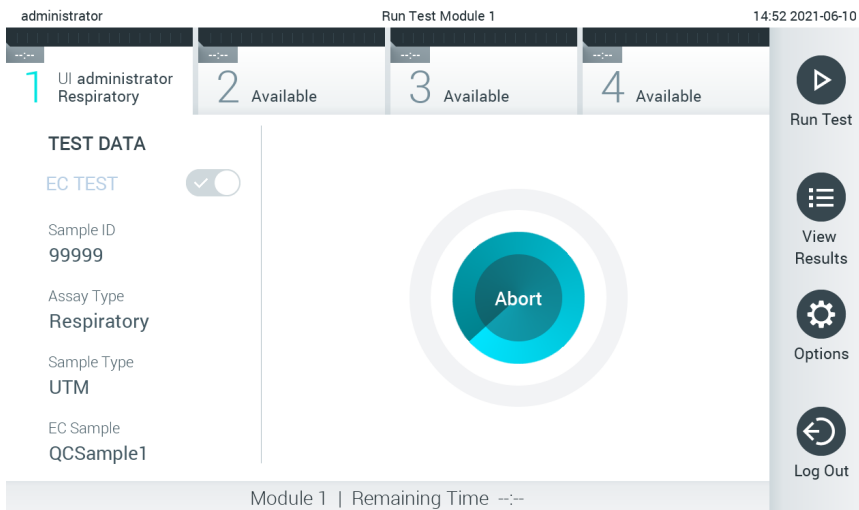

Figura 95. Execução de testes e apresentação do tempo de execução restante.
10. Ao detetar o cartucho de ensaio QIAstat-Dx, o QIAstat-Dx Analyzer 1.0 fecha automaticamente a tampa da porta de entrada de cartuchos e inicia a execução do teste. Não é necessária qualquer outra ação por parte do operador. Durante a execução do teste, o tempo de execução restante é apresentado no ecrã tátil (Figura 95).